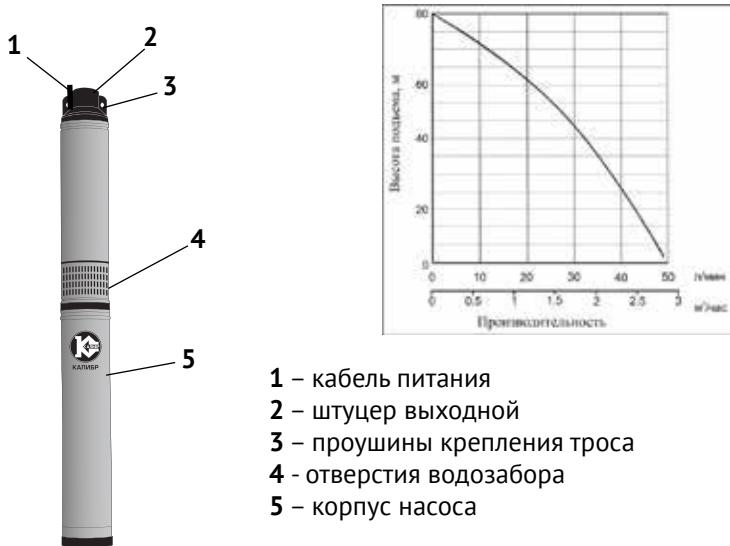

рис. 1
2.4 Общий вид насоса представлен на рис.1
2.5 Двигатель и насос расположены в нержавеющем корпусе (рис.1 поз.5). Насос приводится в действие асинхронным двигателем переменного тока. Подключение насоса к сети осуществляется кабелем питания (рис.1 поз.1) со штепсельной вилкой с заземляющим контактом. Насос начинает работу при подключении к сети питания.